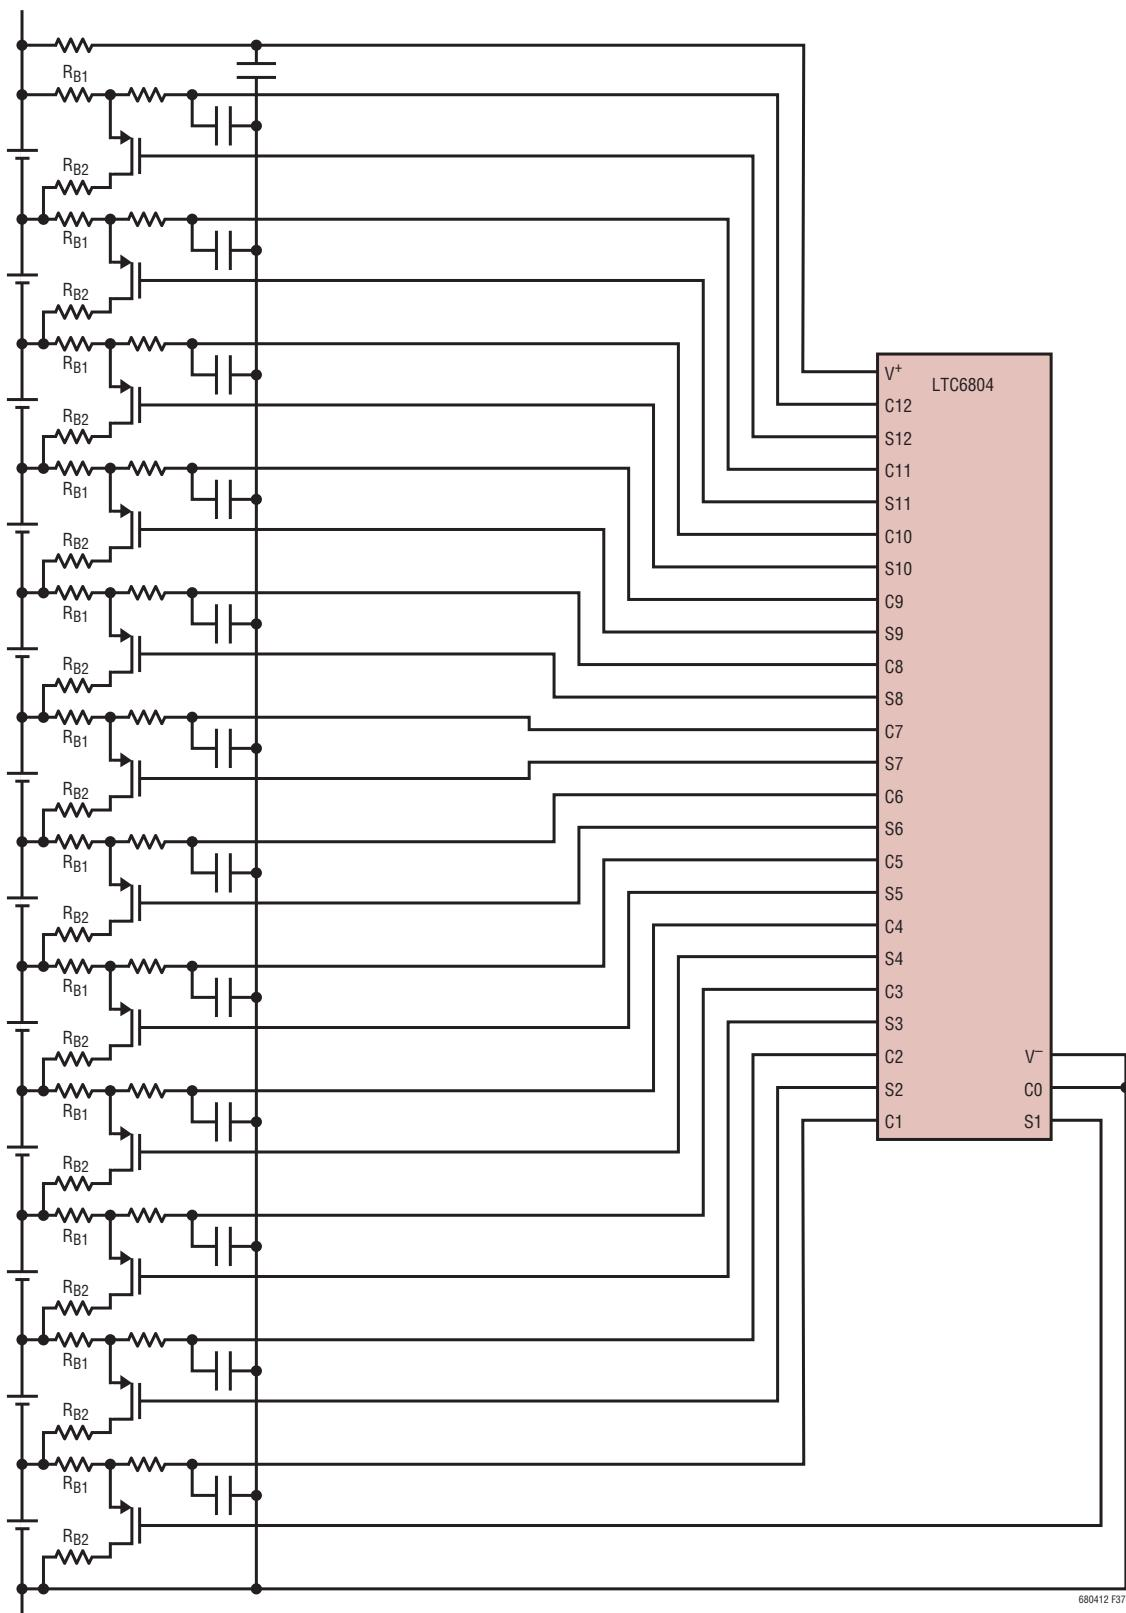

図37. バランシング・セルフ・テスト回路
放電回路の機能は、セルの測定によって最も正しく検証されます。LTC6804バッテリ・モニタ・デバイスを使用する例を、図37に示します。バッテリと放電MOSFETのソースの間の抵抗によって、セル電圧の測定値が減少します。測定の変化量は、抵抗値と、その抵抗値に対するMOSFETに応じて変わります。
以下のアルゴリズムを、図37と合わせて使用できます。
18. 新しい読み出し値と古い読み出し値を比較する。各セル電圧の読み出し値は、RB1とRB2(図37)によって設定された固定の割合で減少している必要があります。正確な減少量は、抵抗値とMOSFETの特性によって変わります。